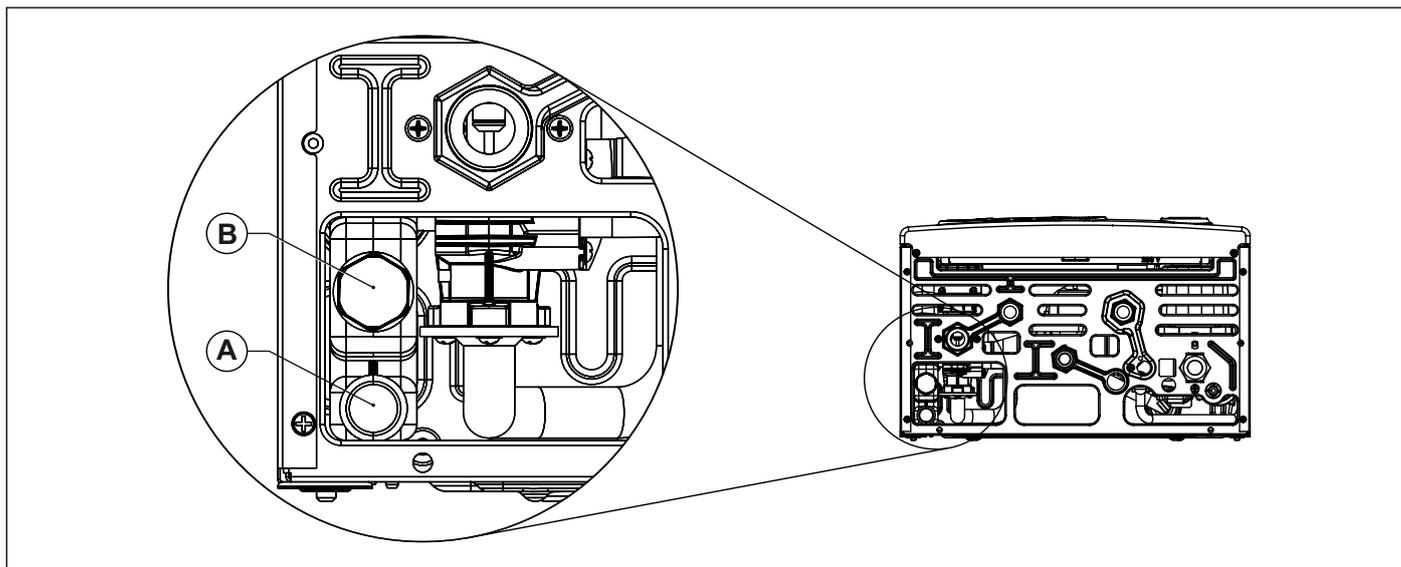

Fig. 20 Evacuare condens
Sistemul de evacuare a condensului trebuie să fie conectat la conexiunea corespunzătoare (A) prevăzută în centrală (vezi Fig. 20 Evacuare condens).